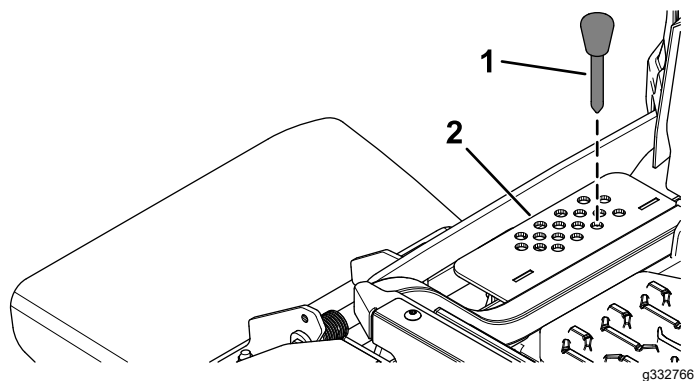

Figura 1
8. Togliete il perno dell'altezza di taglio dalla relativa staffa (Figura 1).